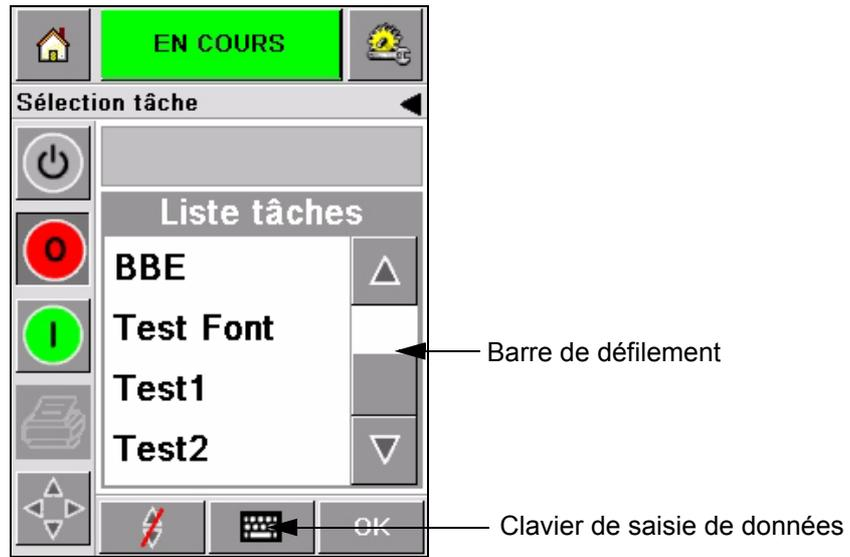

Figure 5-4 : Barre de défilement
- Une barre de défilement s'affiche (Figure 5-4 à la page 5-4). La barre de défilement vous permet de vous déplacer vers le haut ou le bas de la base de données pour voir tous les messages et choisir celui que vous voulez.
- Touchez l'icône *Clavier de saisie de données* (Figure 5-4 à la page 5-4). L'écran de *Sélection de tâches* s'affiche avec un clavier de saisie de données (comme un téléphone portable). Dès que vous commencez à entrer les caractères du nom du message, le nom du message est automatiquement affiché jusqu'à ce que vous sélectionnez le message définitivement (Figure 5-3).